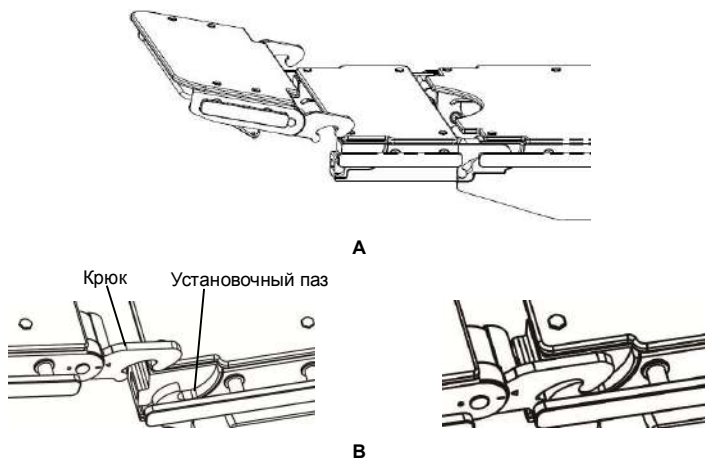

Рис. 2-36. Установка двухшарнирной головной секции
2. Вставьте крючки головной секции в установочные пазы, как показано на Рис. 2-36. (А). Должен раздаться щелчок, означающий, что головная секция надежно закреплена.